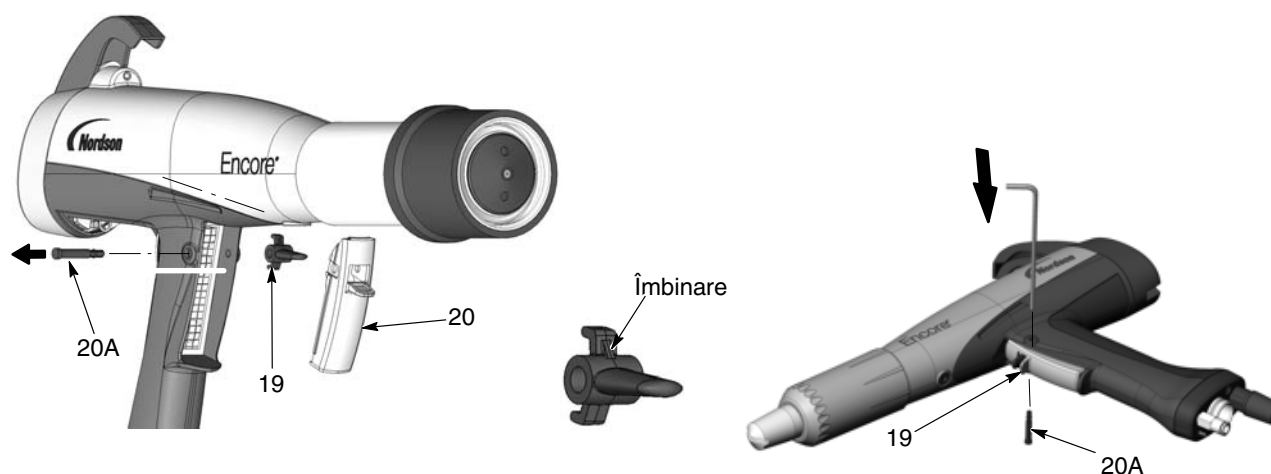

Figura 6-7 Demontarea axului și a declanșatorului de la mâner
3. A se vedea Figura 6-7. Așezați pistolul de pulverizare pe o suprafață solidă, așa încât capătul cu diametrul mic al axului declanșatorului (20A) să fie orientat în sus.
5. Demontați declanșatorul de pulverizare (20), elementul de acționare (21, nu sunt prezentate) și declanșatorul de purjare (19) de la mâner.